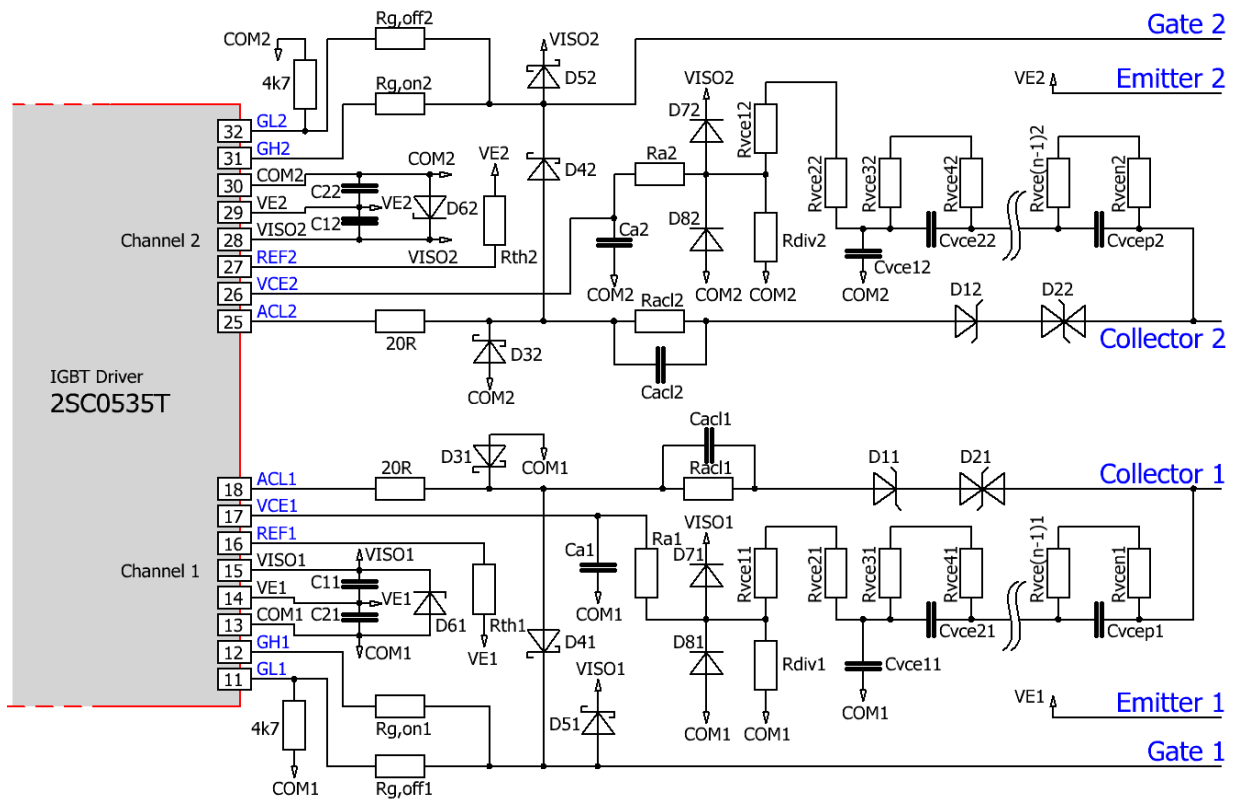

图 7 2SC0535T 副方用户接口推荐电路
建议在 VISOx 和 VEx 端子之间插入一个 9.4μF 的外部电容（图 7 中的 C_{1x}）以驱动门极电荷低于 4.7μC 的 IGBT 模块。
- VISOx 和 VEx 之间（图 7 中的 C_{1x}）每超过 1μC 增加 4μF
- VEx 和 COMx 之间（图 7 中的 C_{2x}）每超过 1μC 增加 2μF
VISOx 和 COMx 之间（图 7 中的 D6x）必须放置一个公差为 2% 的 27V 齐纳二极管（例如，NXP 提供的 BZX384-B27）。请注意，在未来的版本中，PCB 编号为 CT-271-3 或更高的 2SC0535T 将会在驱动核上内置该齐纳二极管。届时，将不需要使用外部齐纳二极管。
集电极电位检测回路必须按照图 7 中所示的电路连接到 IGBT 集电极，以检测 IGBT 过流或短路。
基本有源钳位电路是将 IGBT 的集电极电位通过瞬态电压抑制二极管(TVS)反馈到 IGBT 门极的单反馈电路。2SC0535T 支持 Power Integrations 的高级有源钳位，通过此功能还可将反馈信号送进驱动器副方的管脚 ACLx：只要 20Ω 电阻（如图 7 所示）右侧的电压超过大约 1.3V，驱动器内部的关断 MOSFET 就会被逐步关断，以提高有源钳位的效率，降低 TVS 中的损耗；当 20Ω 电阻（如图 7 所示）右侧的电压达到 20V（参考 COMx）时，关断 MOSFET 将会被完全关断。
推荐使用图 7 中所示的电路。下面的参数必须针对具体的应用进行修改：